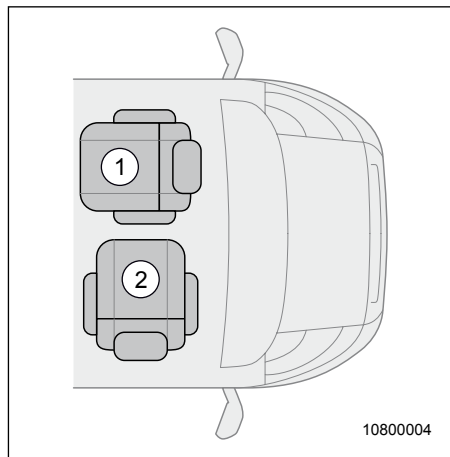

Fig. 20 Stolarnas lägen
1. Vrid förarstolen (Fig. 20, pos. 1) 180° mot bodelen.
2. Vrid passagerarstolen (Fig. 20, pos. 2) 90° mot bodelen.